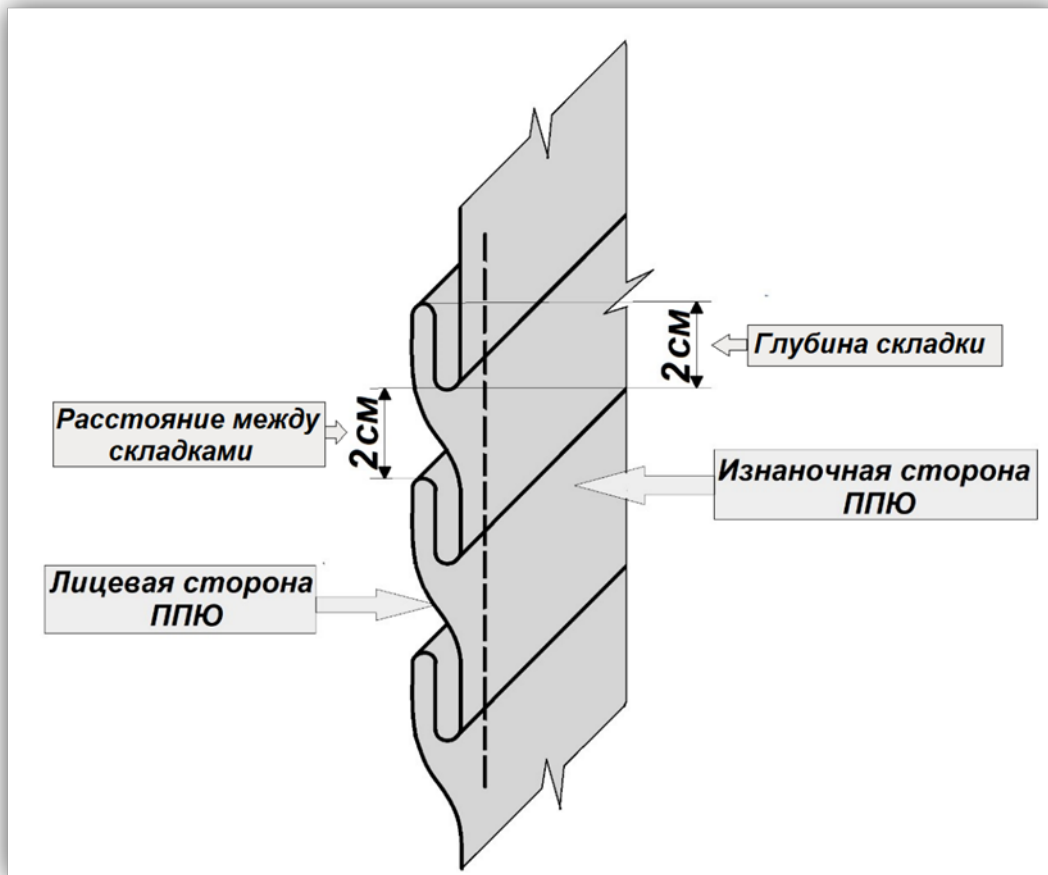

Рисунок 2 – Схема закрепления складок вдоль боковых срезов ППЮ
*2) При пошиве можете воспользоваться рекомендованной технологической последовательностью изготовления, приведенной ниже (стр. 7), а также схемой обработки (стр. 8, рис. 2), или применить свой метод изготовления, не ухудшающий качество и полностью соответствующий заданному внешнему виду фрагмента модели женского платья.*
1. Заложить на боковых частях ППЮ мягкие складки вдоль боковых швов по надсечкам, закрепить строчкой на расстоянии 0,8-0,9 см от боковых срезов (рис.2).